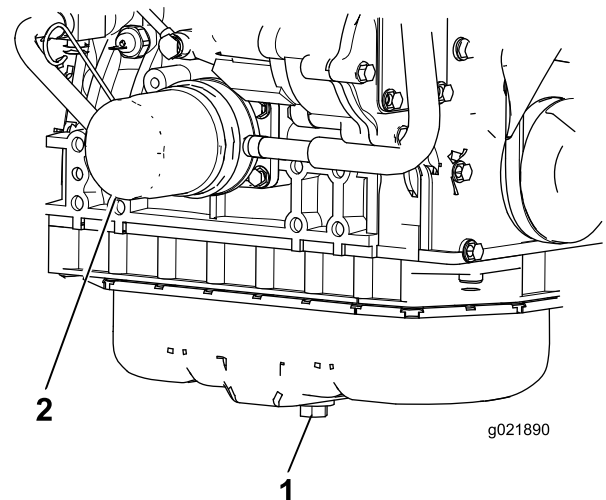

Bild 60
1. Entfernen Sie die Ablassschraube (Bild 60) und lassen Sie das Öl in die Auffangwanne ab. Schrauben Sie die Ablassschraube wieder ein, nachdem das Öl abgelassen ist.
2. Entfernen Sie den Ölfilter (Bild 60). Ölen Sie die neue Dichtung am Ölfilter leicht mit frischem Öl ein, bevor Sie den Filter eindrehen. **Ziehen Sie nicht zu fest.**